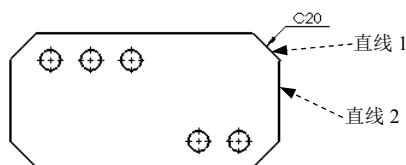

图 6.3.17 标注倒角尺寸
Step3. 依次选取图 6.3.17 所示的“直线 1”和“直线 2”。
Step6. 单击对话框中的“完成”按钮 ☒，完成标注倒角尺寸操作，结果如图 6.3.17 所示。
- **C1** 按钮: 标注尺寸样式以“C 距离”的样式显示, 如图 6.3.17 所示。